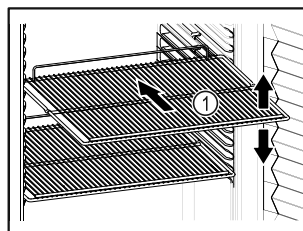

Fig. 49
- ❑ Jeśli ruszty do składowania Fig. 49 (1) są ruchome, należy je ustawić odpowiednio do wysokości.